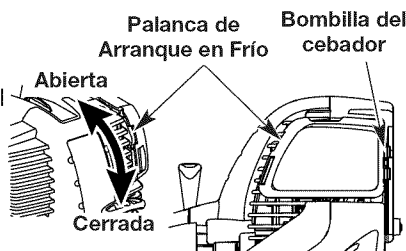

Fig. 7
SI ESTÁ FRÍO... Para funcionamiento en tiempo de frío (por debajo de 40°F), gire la palanca de arranque para tiempo frío (Fig. 7) hacia abajo hasta la posición de arranque/ cerrada y continúe al paso 3. **NO** gire esta palanca hacia abajo si la temperatura está por encima de 40°F.
3. Oprima completamente y libere la pera del cebador 10 veces, lentamente. Deberá verse alguna cantidad de combustible en la pera del cebador (Fig. 7). Si no puede ver combustible en la pera, oprima y suelte la pera tantas veces como sea necesario hasta que vea combustible en la misma.